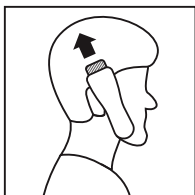

Figura 8
- Usar os pentes de **3 mm** ou **6 mm** para aparar as costeletas (isto é, cabelos diretamente ao lado das orelhas). Em seguida, mudar para os pentes de **9 mm** ou **12 mm** para cortar os cabelos do alto da cabeça (**Figura 8**).